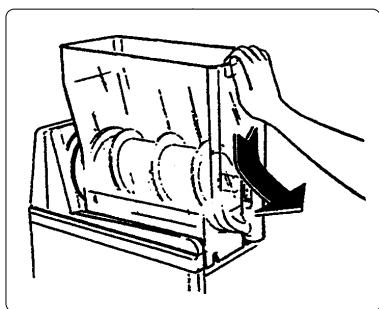

Abb. 11
b) Den Behälter wie abgebildet nach außen ziehen, um ihn vollständig aus seinem Sitz zu nehmen (siehe Abb. 11). Den Behälter sorgfältig auswaschen und dabei den Einsatz von scheuernden Reinigungsmitteln oder Pulvern vermeiden, die die Oberflächen beschädigen können.